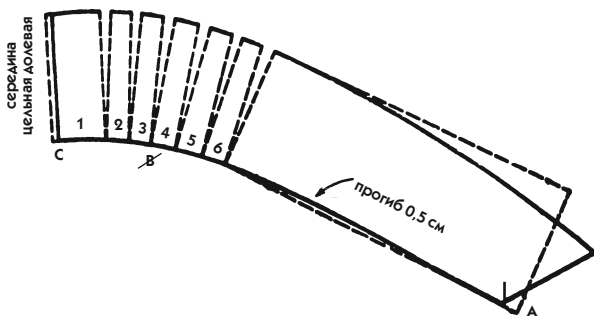
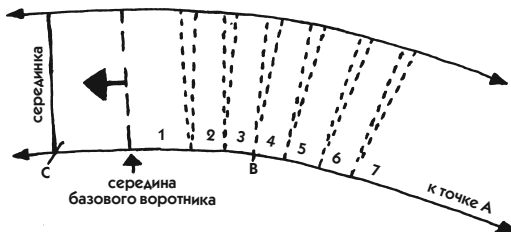

Рис. 393
Рис. 397
3. Положите полоски на другой лист бумаги и раздвиньте их, как показано на рис. 393 (для примера расширение на фалды составляет 0,8 см).
примере следует укоротить воротник на 0,48 см, потому что удлинение линии отлета составило 4,8 см (см. рис. 393, сплошная линия).
5. Проведите окончательную линию стойки воротника, прогибая ее посередине фрагмента АВ на 0,5 см, как показано на рис. 393.
**7. Направление долевой нити.** Пример рис. 393 позволяет лучше уяснить, почему воротники должны кроиться по линии середины воротника, совпадающей с долевой нитью. При положении, которое воротник на рис. 393 принимает по отношению к направлению нитей (предположим, к вертикали), вся наиболее видимая его часть оказывается расположена по косой, что позволяет ему хорошо лежать на лифе. Напротив, его срединная часть выкроена по долевой нити, что не позволяет воротнику растягиваться и плотно прилегать к шее.
2. Для расширения воротника разделите его на полоски, как объяснено на предыдущих примерах, исходя из ширины горловины спинки. На рис. 397 полоски даны в тех же пропорциях, как и на рис. 393 (количество полосок, одинаковая ширина).
3. При укорочении воротника у срединной линии переда не забудьте, что расчет основан на удлинении линии отлета по отношению к длине стойки. Это означает, что если вы выполнили такие же фалды, как и для задания к рис. 393, то больше вы не должны укорачивать воротник.
5. Чтобы выполнить воротник по рис. 397, достаточно перенести чертеж 393 и удлинить его, продлевая прямые линии, идущие к засечкам А и С. На рис. 397 (который является копией рис. 393) вы видите, что срединная линия базового воротника перемещена влево параллельно
1. По размерам, приведенным в пункте 3 описания к рис. 393, выполните лекала для 3 различных по расширению воротников (с фалдами 0,4 см, 0,8 см и 1,2 см).